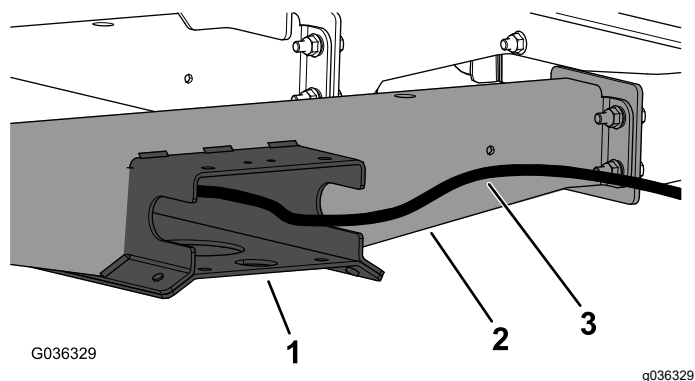

Рисунок 6
4. Проложите комплектный шланг вдоль панели швеллера пола и через отверстие в швеллере рамы (Рисунок 6).